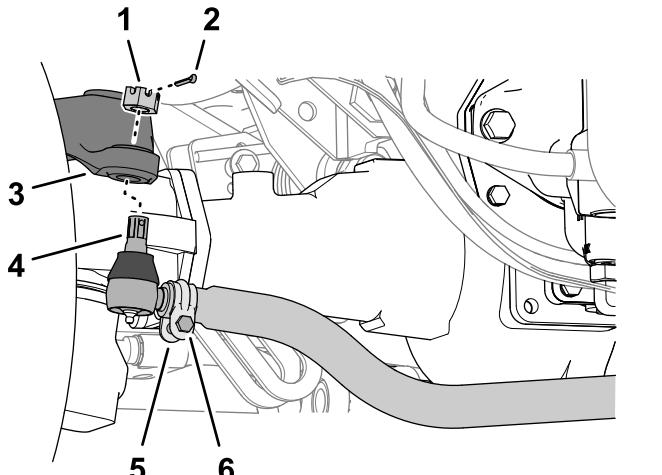

Bild 154
1. Entfernen Sie den Splint und die Schlitzmutter an der Hinterachse von beiden Zugstangenenden (Bild 154).
3. Lockern Sie die Klemmen an beiden Enden der Zugstangen (Bild 154).